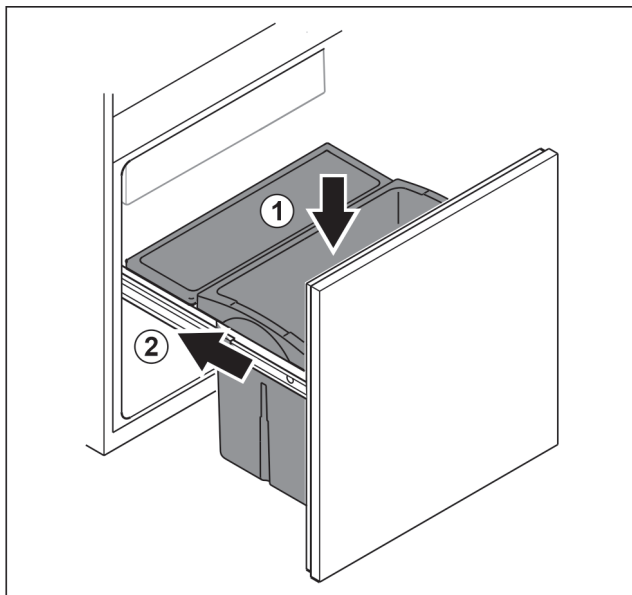

Fig. 101
- ▶ Inserire il cassetto dall'alto. Fig. 101 (1)
- ▶ Inserire il carrello spingendolo. Fig. 101 (2)